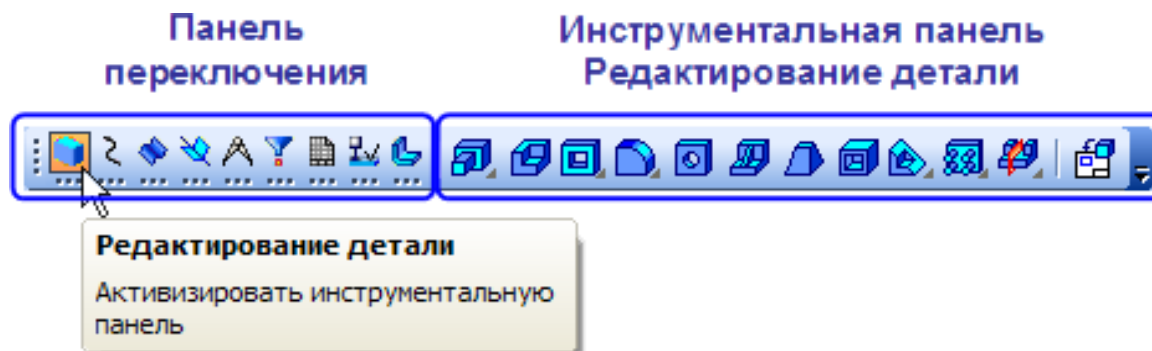

Рисунок 6 – Компактная панель системы
**Компактная панель** (рисунок 6) находится в левой части окна системы и состоит из **Панели переключения** и **инструментальных панелей**. Каждой кнопке на Панели переключения соответствует одноименная инструментальная панель. Инструментальные панели содержат набор кнопок, сгруппированных по функциональному признаку.